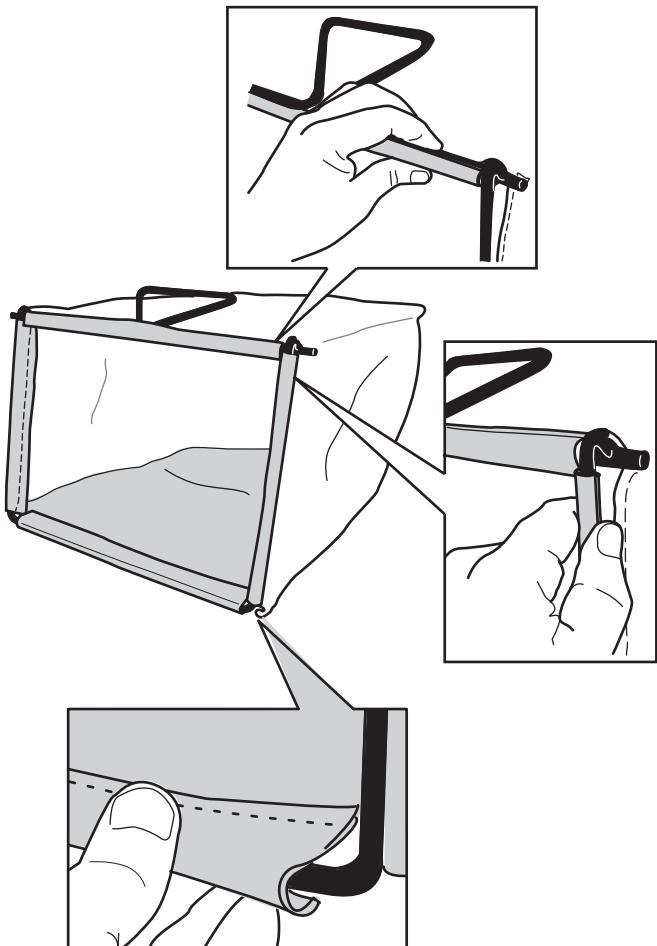

Figura 7
- Enganche el canal inferior de la bolsa en la parte inferior del bastidor (Figura 7).
3. Enganche los canales superior y laterales de la bolsa en la parte superior y en los laterales del bastidor, respectivamente (Figura 7).